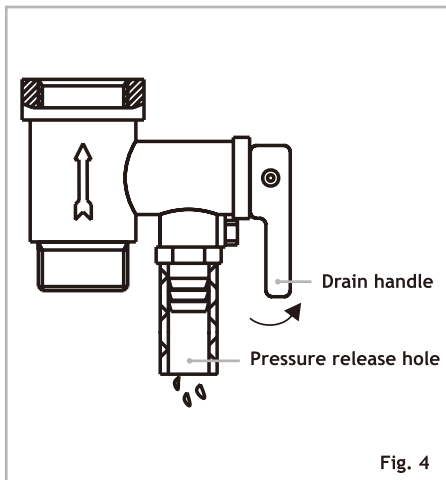

Fig. 4
9. Aby odprowadzić wodę z wnętrza wewnętrznego pojemnika, można ją odprowadzić z dala od portu wyjściowego (odkręcić śrubę gwintowaną portu wyjściowego), a także z dala od jednokierunkowego zaworu bezpieczeństwa (odkręcić śrubę gwintowaną jednokierunkowego zaworu bezpieczeństwa i podnieść uchwyt spustowy do góry). (patrz rys. 4)
9. In order to drain away the water inside the inner container, it can be drained away from the exit port (Twist the thread screw of the exit port off), and it also can be drained away from the one-way safety valve (Twist the thread screw off the one-way safety valve, and lift the drain handle upwards).(see Fig.4)